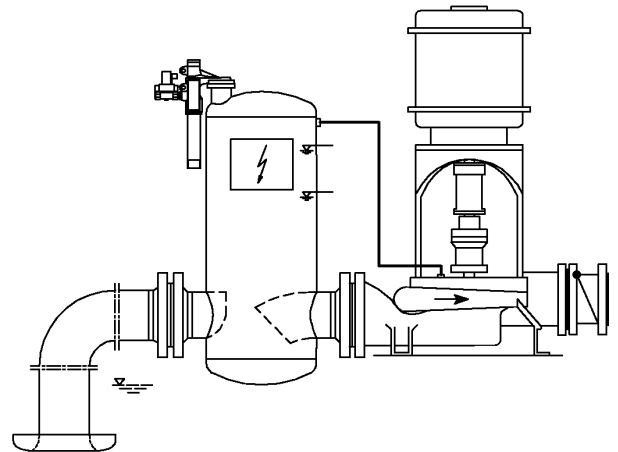

Fig. 2
- Typ AELH: Standardausführung für saubere bis mäßig verschmutzte Fördermedien (Fig.2).
- Type AELH..: Standard design for handling with clean or slightly contaminated fluids (Fig.2).